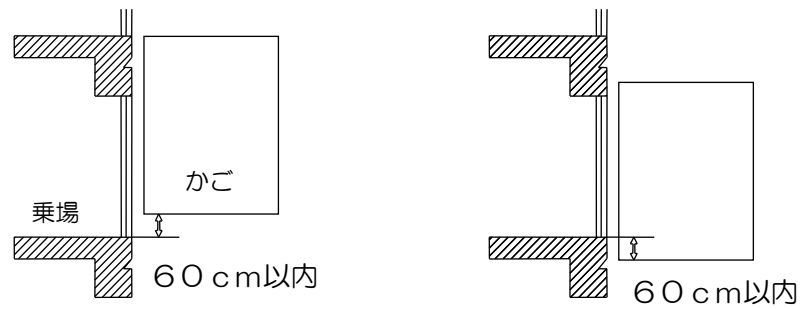

図 8-5：かご床と乗場床が上下60 cm以内の場合
- ① エレベーターが停止していると思われる階の乗場ドアを解除キーにて開ける。転落の恐れがありますので、最初は10cm程度開けてかごの位置を確認してください。
- ② 乗場ドアとかごドアと一緒に開く場合は作業手順5へ進む。
- ③ 乗場ドアとかごドアと一緒に開かない場合は、かご床と乗場床の段差がどれ位か調べます。
- ※ かご床と乗場床が上下60cm以内の場合は作業手順5へ進む (図 8-5 参照)